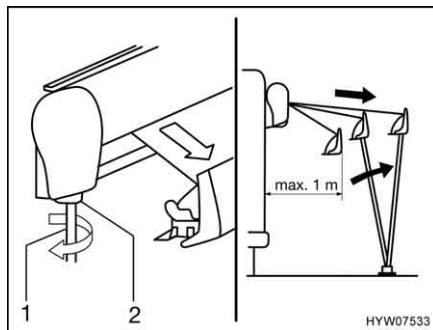

Fig. 50 Estrazione della tenda
- Inserire la manovella (Fig. 50,1) nel supporto a baionetta (Fig. 50,2) della tenda e girarla in senso antiorario.